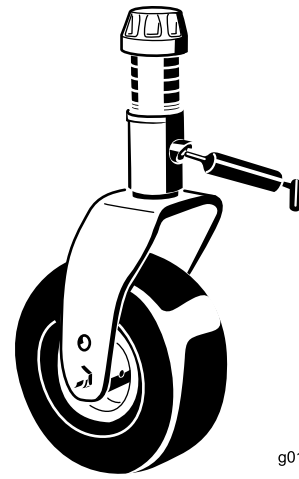

Bild 69
- 2 Laufradgabelbüchsen (Bild 69)